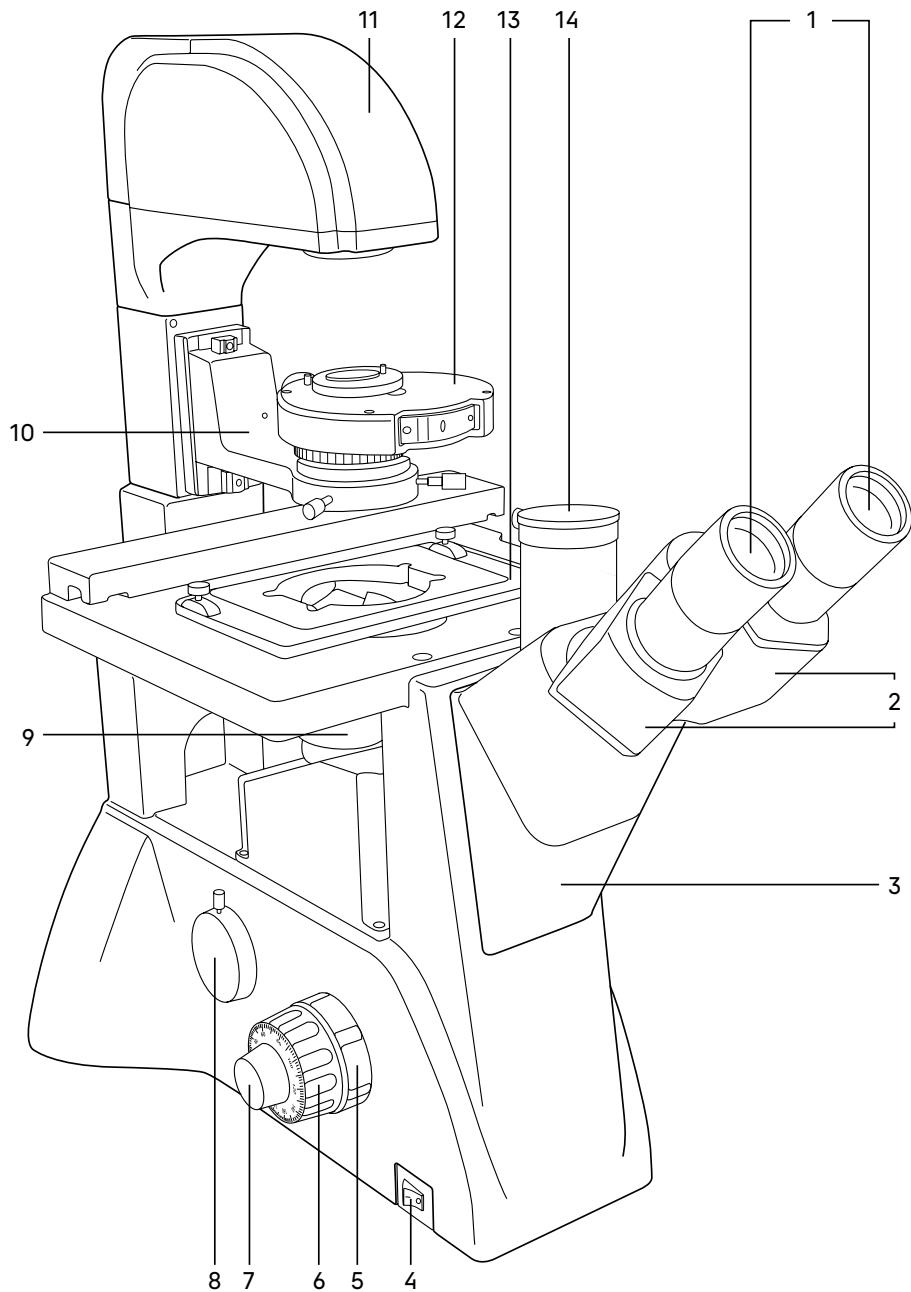
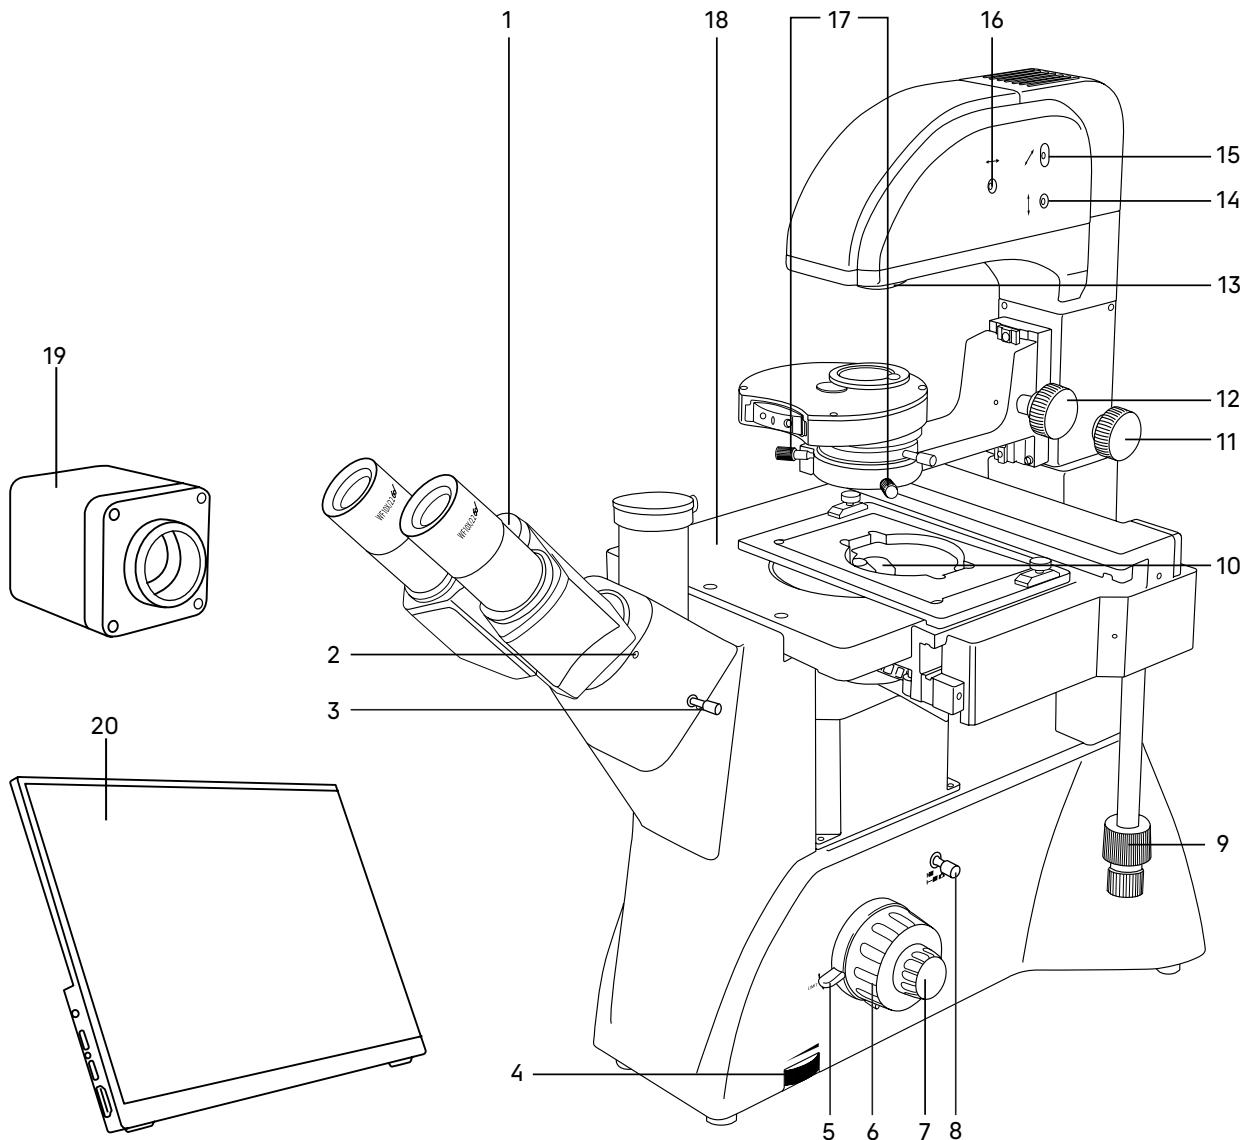

Рис. 1. Микроскоп MAGUS Bio VD350 LCD. Вид слева
Рис. 2. Микроскоп MAGUS Bio VD350 LCD. Вид справа
Общий вид микроскопа представлен на рис. 1 и 2.
На штативе 3 (рис. 1) микроскопа закреплены:
- револьвер 9 (рис. 1) с объективами;
- предметный столик 18 (рис. 2);
- кронштейн конденсора 10 (рис. 1);
- осветитель 11 (рис. 1);
- визуальная насадка 2 (рис. 1).
На левой боковой поверхности штатива расположен выключатель 4 (рис. 1) сетевого напряжения. В положении «←» включается, а в положении «0» выключается сетевое напряжение.
На правой боковой поверхности штатива расположен диск 4 (рис. 2) для регулировки напряжения питания источника света.
На левой боковой поверхности штатива расположен канал визуализации 8 (рис. 1) для установки камеры. Микроскоп укомплектован адаптером C-mount 1x, который устанавливается в этот канал и закрепляется в нем винтом. На адаптер устанавливается камера. Камера служит для вывода изображения на экран компьютера или монитор/телевизор.
Фокусировка на объект осуществляется перемещением по высоте револьверного устройства с объективами. Грубая фокусировка производится вращением коаксиальных рукояток 6 (рис. 1, 2), расположенных по обеим сторонам штатива.
Тонкая фокусировка производится вращением рукояток 7 (рис. 1, 2), расположенных по обеим сторонам штатива. Тонкая фокусировка требуется для более точного фокусирования на объект и для подфокусировки микроскопа на резкость изображения при смене объективов и препаратов.
Механизм регулировки жесткости хода грубой фокусировки 5 (рис. 1) – кольцо между штативом и рукояткой грубой фокусировки с левой стороны. С помощью кольца регулируется жесткость хода грубой фокусировки так, чтобы жесткость была комфортной для пользователя, но при этом револьвер с объективами не опускался самопроизвольно во время работы.
Рукоятка блокировки грубой фокусировки 5 (рис. 2) расположена с правой стороны. После завершения грубой фокусировки рекомендуется перевести рычаг в крайнее положение в направлении по часовой стрелке. Таким образом закрепится положение грубой фокусировки для быстрой рефокусировки после смены препарата.
Тринокулярная визуальная насадка обеспечивает визуальное наблюдение изображения объекта. Насадка закреплена на штативе 3 (рис. 1). В гнездо насадки устанавливается блок окулярных тубусов и закрепляется винтом. При установке повернуть тубусы 2 (рис. 1) вверх или вниз для удобства наблюдения в зависимости от роста пользователя.
Изменение межзрачкового расстояния в насадке осуществляется разворотом окулярных тубусов 2 (рис. 1) в пределах 48–75 мм. Значение расстояния, установленного в соответствии с глазной базой наблюдателя, отсчитывается по шкале 1 (рис. 2) на насадке.
В вертикальный тубус 14 (рис. 1) корпуса визуальной насадки (канал визуализации) с помощью переходника C-mount устанавливается система визуализации с монитором. Переключение светового потока на вертикальный тубус производится рукояткой 3 (рис. 2). Рукоятка имеет два положения: 100/0 и 50/50.
В комплект микроскопа входят окуляры 1 (рис. 1). Окуляры имеют высокое положение выходного зрачка и предназначены для работы как в очках, так и без них.
Револьверное устройство 9 (рис. 1) обеспечивает установку пяти объективов. Смена объективов производится вращением револьверного устройства за конусную рифленую поверхность до фиксированного положения.
Объективы 10 (рис. 2) рассчитаны на механическую длину тубуса «бесконечность». Парфокальная высота объективов составляет 45 мм, линейное поле зрения в плоскости изображения – 22 мм. Объективы длиннофокусные, рассчитаны на посуду с толщиной дна 1,2 мм.
Осветитель 11 (рис. 1) неподвижно закреплен на штативе микроскопа. Источник света – галогенная лампа 12 В/30 Вт юстируется относительно оптической оси и линзы коллектора тремя винтами 14, 15, 16 (рис. 2). В осветителе закреплен коллектор с полевой диафрагмой, которая регулируется в зависимости от увеличения объектива, введенного в оптическую ось.
Важная часть осветительной системы – конденсорное устройство. Кронштейн конденсора 10 (рис. 1) закреплен на штативе. Перемещение осуществляется ручкой 12 (рис. 2). В кронштейне установлено конденсорное устройство 12 (рис. 1). Тип крепления «под винт». Конденсор может быть использован для наблюдения по методу светового поля и фазового контраста. Во вращающемся диске находятся кольцевые диафрагмы для работы с фазовыми объективами 10x, 20x, 40x и свободное отверстие для пропускания всего пучка света. Смена кольцевых диафрагм производится вращением диска за накатанную часть до фиксации. В окне кожуха конденсора появляется цифра, соответствующая увеличению применяемого фазового объектива, цифра «0» соответствует свободному отверстию. Под вращающимся диском расположена ирисовая диафрагма, которая позволяет настроить определенную апертуру для работы с объективами светлого поля. Для достижения большей контрастности можно воспользоваться светофильтрами, входящими в комплект микроскопа. Светофильтры устанавливаются в откинутую оправу конденсора.
Центрировка конденсора в оптической оси осуществляется винтами 17 (рис. 2). При работе с высокой посудой конденсорное устройство можно вывести из оптической оси. Ручка 11 (рис. 2) служит для фиксации устройства.
Предметный столик 18 (рис. 2) закреплен неподвижно на штативе. К столику прикреплено устройство, которое обеспечивает перемещение объекта в двух взаимно перпендикулярных направлениях. Перемещение осуществляется с помощью рукожаток 9 (рис. 2), расположенных на одной оси.